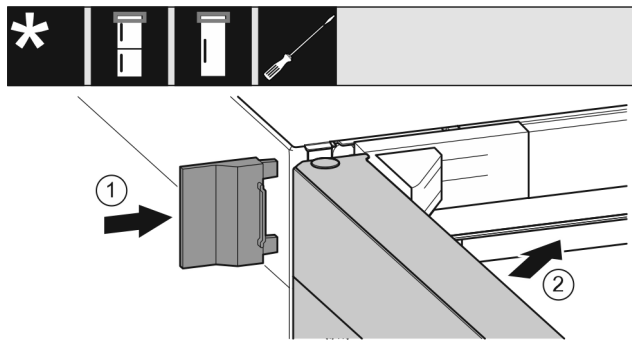

Fig. 34
- ▶ Împingeți apăraătoarea exterioară. Fig. 34 (1)
- ▶ Închideți ușa superioară. Fig. 34 (2)